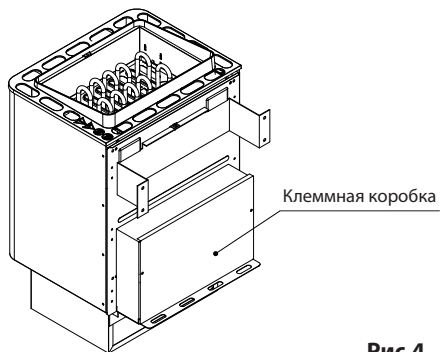

Рис.4
- Закрыть клеммную коробку, одев на нее заднюю стенку и закрепив ее с помощью 2-х шурупов (рис. 4)